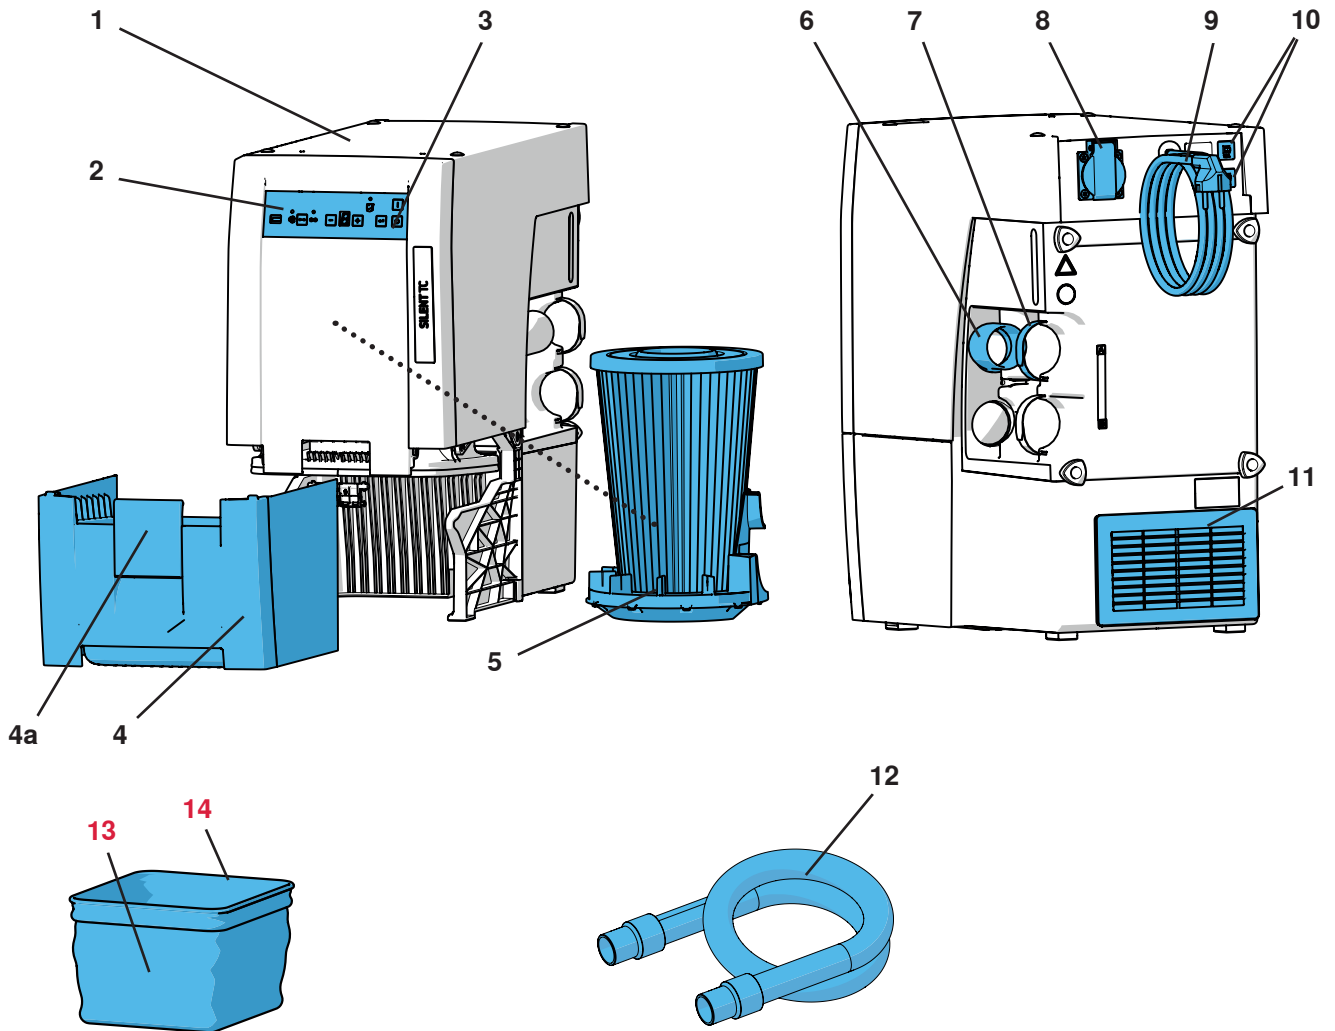

图 1
- 排气口(11, 图1) 没有阻塞。
- 外置排气管 (A) (参阅第4.6章)。
- 在柜壁 (B) 开最少250 x 120毫米的通风口, 位置要直接与排气口 (11, 图1) 相对。
- 拆下机柜的背面 (C), 从机柜背面到墙壁距离至少要有50毫米。
- ⇒ 展开电线 (9, 图1), 将插头插入电源插座。
吸力取决于连接到电器插座(8、图1)的电器。